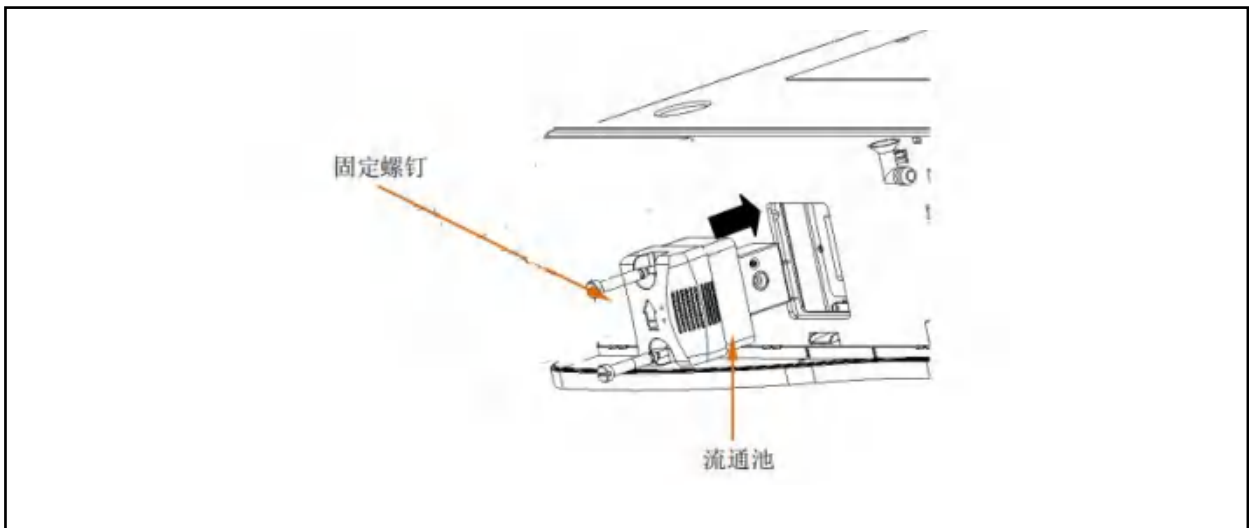

图 5-3 更换流通池
- ① 断开流通池两端的管路连接。
- ② 关闭检测器，拔掉电源线。
- ③ 打开检测器前门，用一字螺丝刀将旧流通池上的两个紧固螺钉拧下，取出整个流通池。
- ④ 调整新流通池部件的方向，使标注在部件上的“箭头”标志向上，沿图 5-3 箭头所示方向将流通池小心插入前面板的流通池安装口。